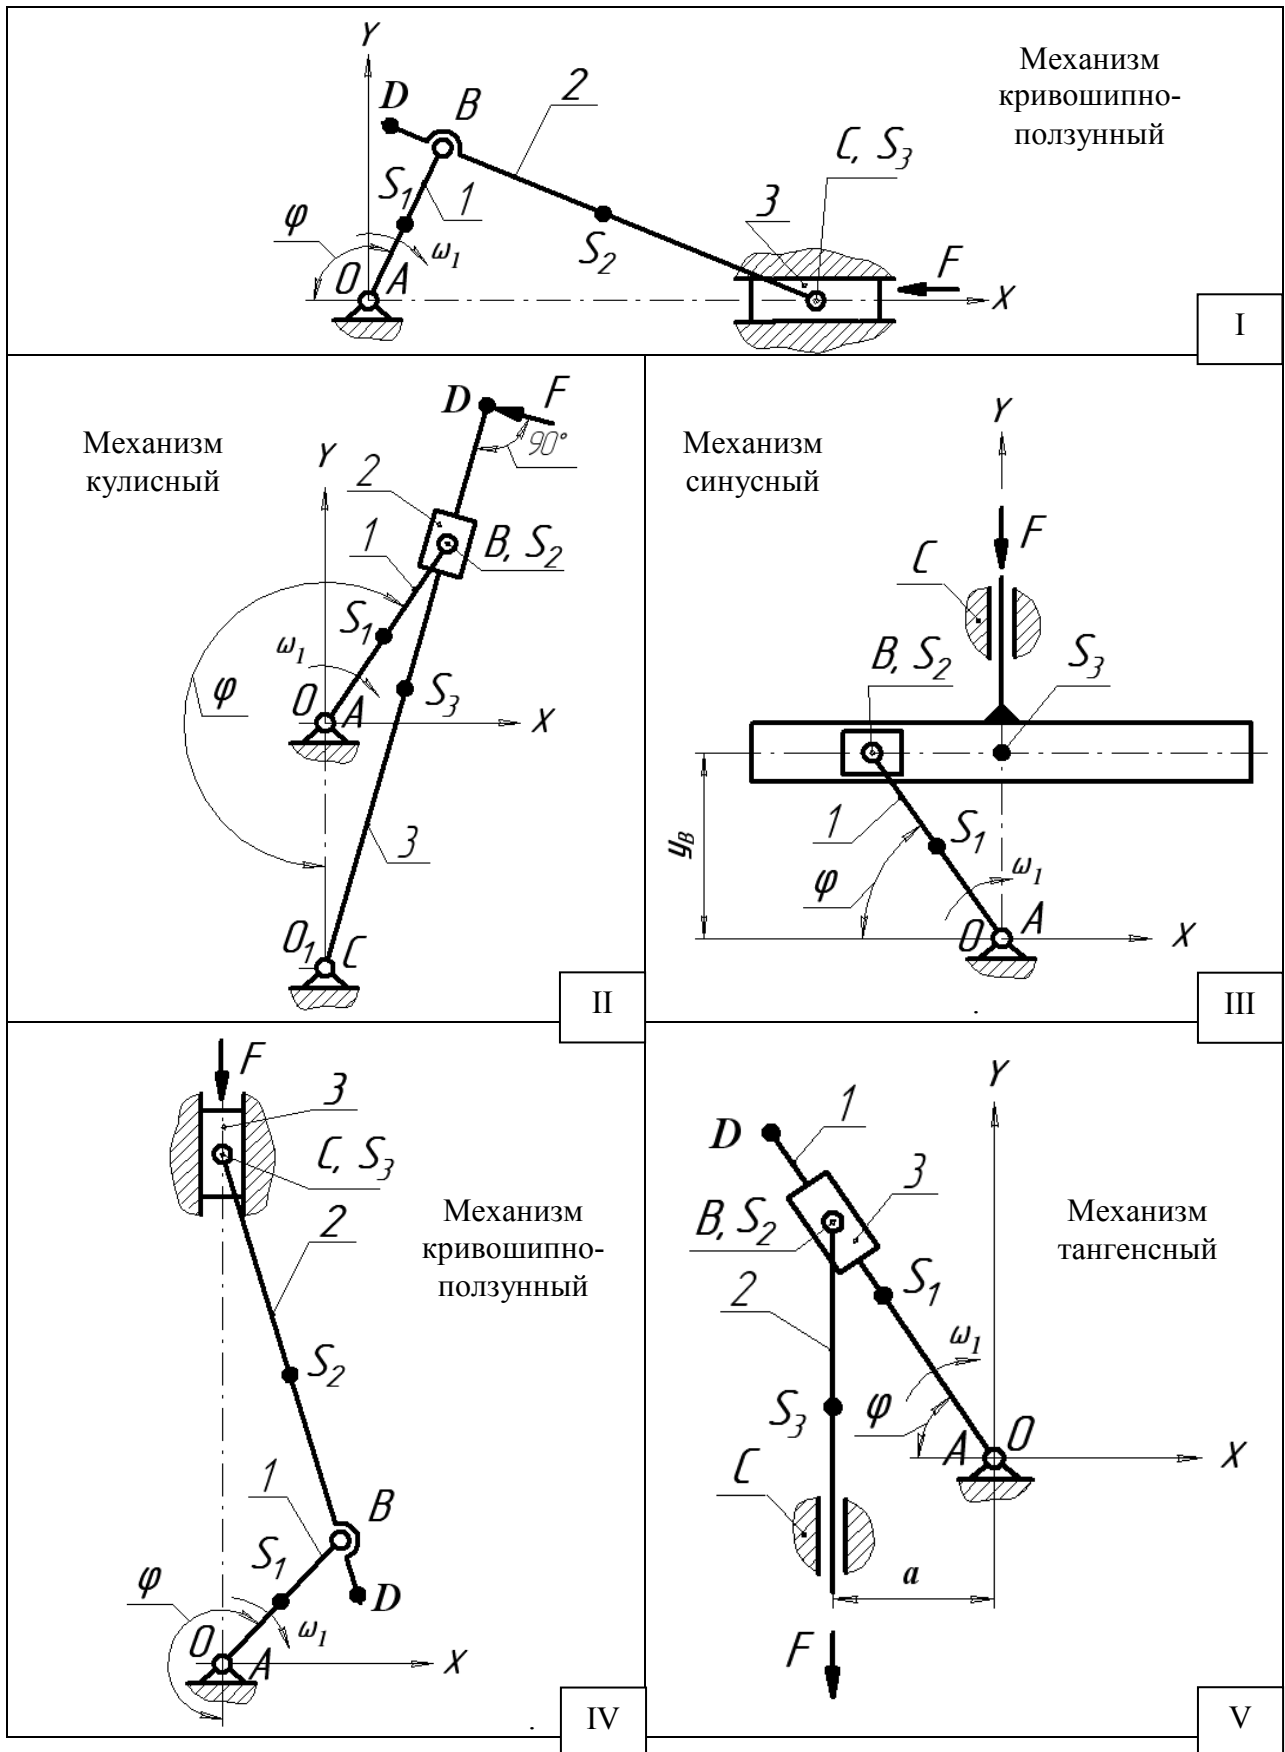

Рис. 2 Схемы механизмов
1.1 Начертить схему механизма в масштабе k_l для заданного углом φ мгновенного положения входного (ведущего) звена. Построение следует начинать с точки O , откладывая угол φ от оси OX или OY (см. схему механизма на рис. 2) в сторону вращения ведущего звена механизма;